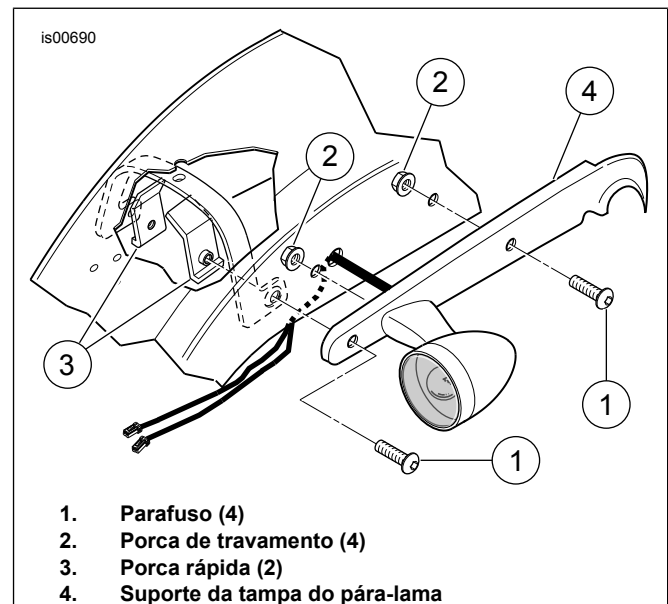

Figura 1. Remoção do suporte do pára-lama traseiro
3. Veja a Figura 1. Remova e descarte os parafusos de cabeça abaulada dianteiro e traseiro (1), as duas porcas de travamento (2) e as porcas rápidas (3) da parte inferior do pára-lama dos suportes das tampas esquerdo e direito do pára-lama traseiro (4).